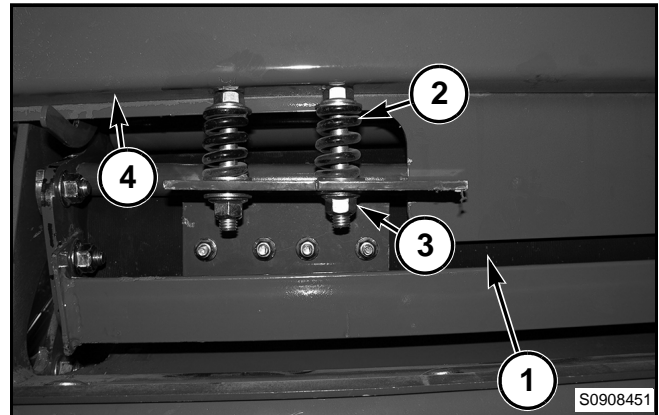

FIG. 19
FIG. 19: Utilice la consola para mover el rodillo de alimentación de malla (1) completamente hacia adelante en las correas de formación (posición de alimentación). Controle la tensión del resorte (2); éste no debe estar flojo en el perno de ajuste (3). El perno de ajuste debe estar en una posición donde apenas comience a comprimir el resorte.